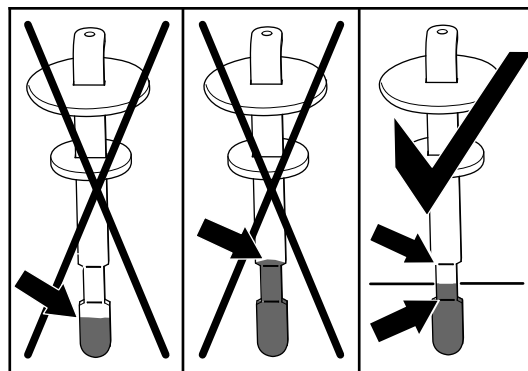

図 114
6. ディップスティックを抜いて油量を点検する 図 114。